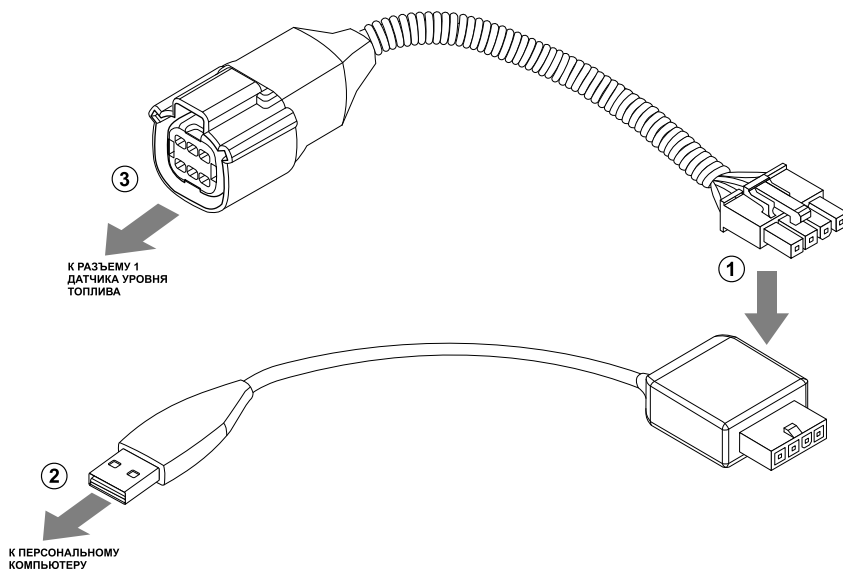

Рис.6. Подключение датчика к ПК.
Подключение датчика к ПК осуществляется с помощью специального адаптера (см. рис.6).
- подключить четырехконтактный разъем адаптера к четырехконтактному разъему переходного кабеля (рис.6, п.1);
- подключить USB разъем адаптера к ПК (рис.6, п.2);
- подключить другой конец переходного кабеля к Разъему 1 датчика уровня топлива (рис.6, п.3).